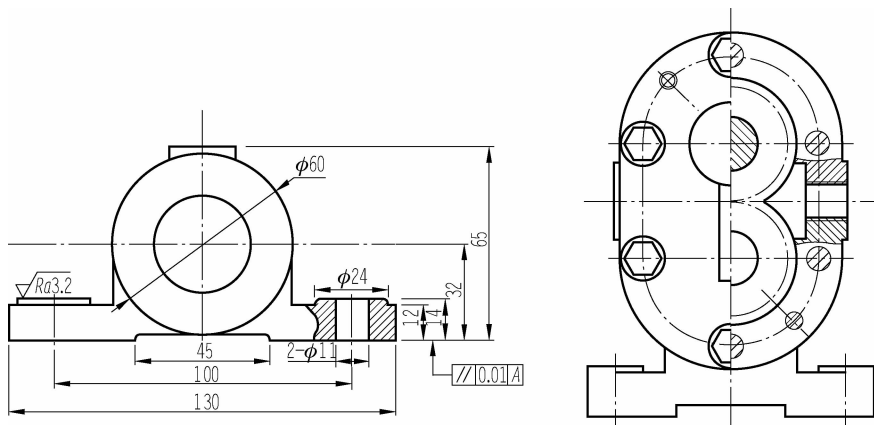

图 2-25 机械图形中圆和圆弧的使用
(3) 在机械图形中圆和圆弧使用得较多，如图 2-25 所示。